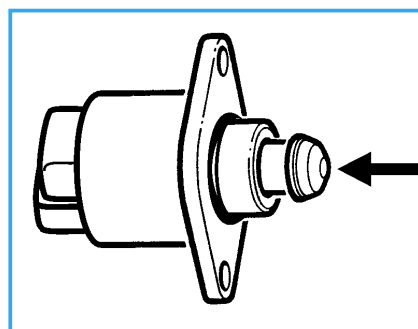

Fig. 3 Motor hidráulico paso a paso
Avisos: El cono de ajuste (flecha), fig. 3 del motor hidráulico paso a paso no debe ser sacado de la carcasa ni tampoco del tornillo prisionero. Existe el peligro de rotura.
- Ejercer una ligera presión axial en la punta del cono de ajuste (flecha), fig. 3. para después desconectar el encendido.